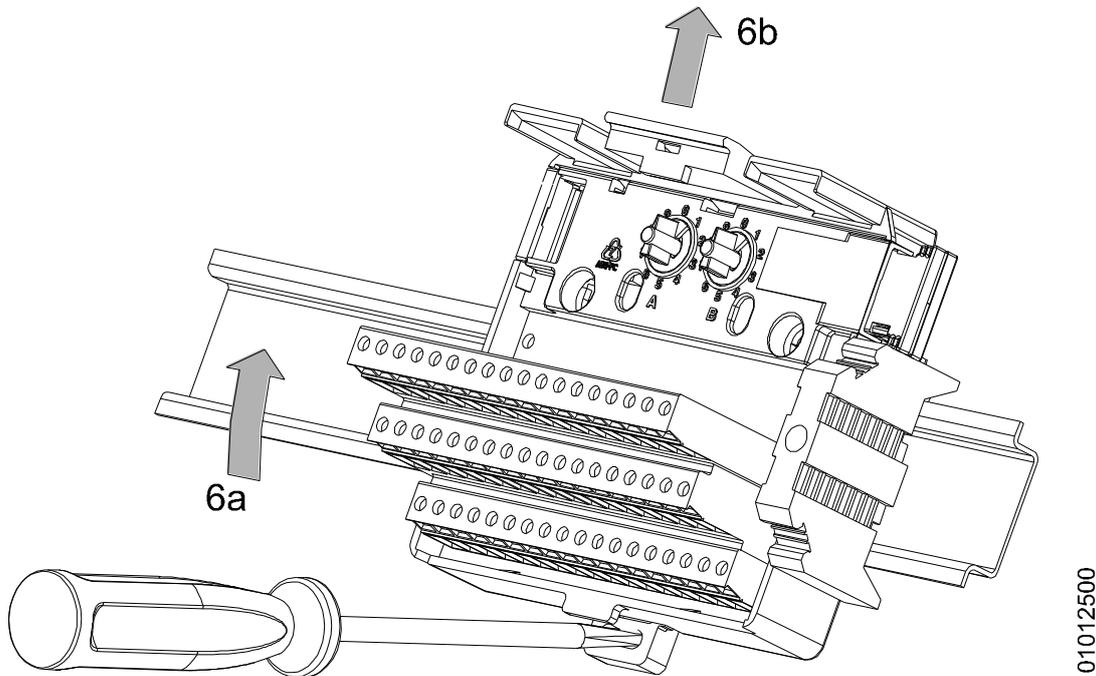

Figura 6-3 Desmontagem da base
3. Com uma chave de fenda soltar a trava que prende a base ao trilho, girar a base para fora do trilho (6a) e deslizar a base, retirando-a do trilho (6b), conforme Figura 6-3.